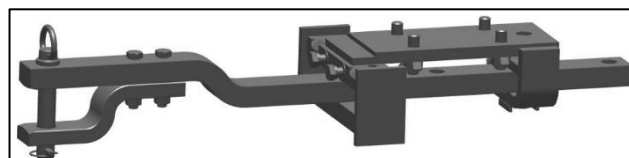

Fig. 208 : POSITION HAUTEUR (2^e OPTION)
Pour obtenir la position de hauteur montrée sur la Fig. 208, suivre les étapes suivantes.
4. Sortir la barre de traction et la retourner à 180°, dans le sens horaire ou antihoraire, pour que la face supérieure se retrouve orientée vers le bas, comme montré sur la Fig. 208.